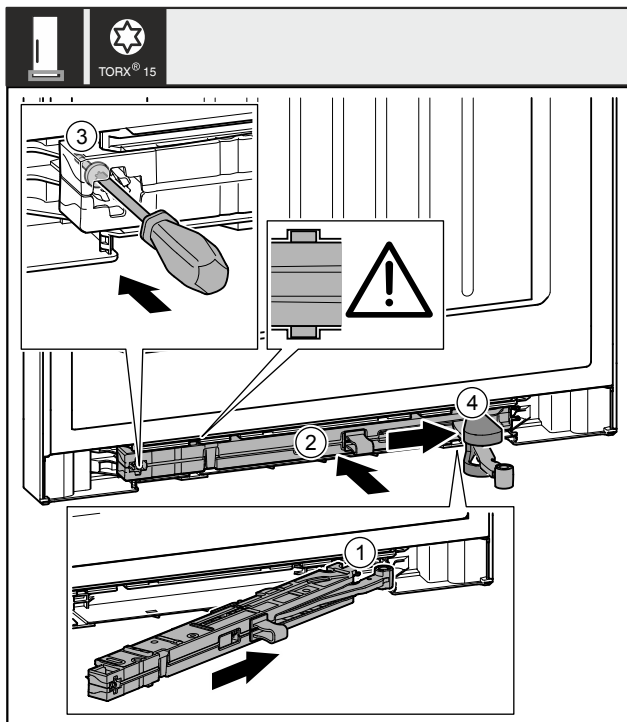

Fig. 53
- Enoto blažilnikov za zapiranje vrat Fig. 53 (1) na strani ležajnega podstavka potisnite v odprtino do konca.
- Potisnite enoto blažilnikov za zapiranje vrat Fig. 53 (2) do konca v odprtino.
- Zategnite vijak Fig. 53 (3) z izvijačem.
- Potisnite pokrov Fig. 53 (4) prek zgibnega dela.